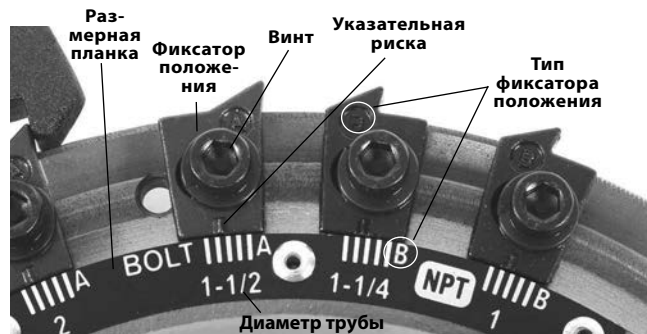

Рис. 15 – Настройка размера резьбы
6. Обязательно проверьте, что тип фиксатора положения совпадает (Рис. 15).